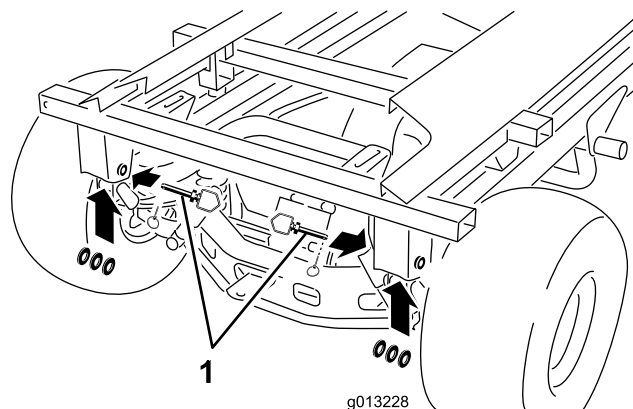

Figure 2
10. Retirez les goupilles à anneau arrière, les goupilles d'attelage et les rondelles (Figure 2).